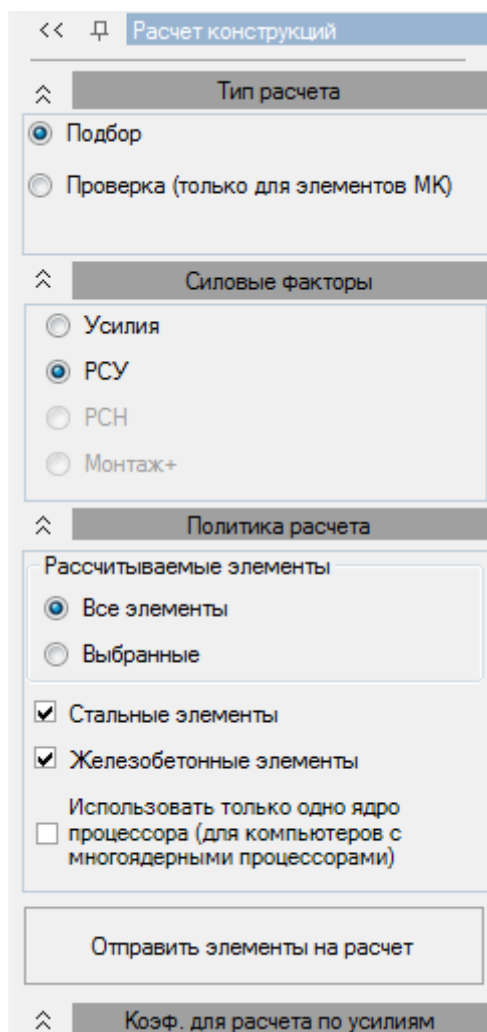

Рис. 115. Расчет конструкций
- В **Политике расчета** поставьте галочку **Все элементы** (рис. 115).